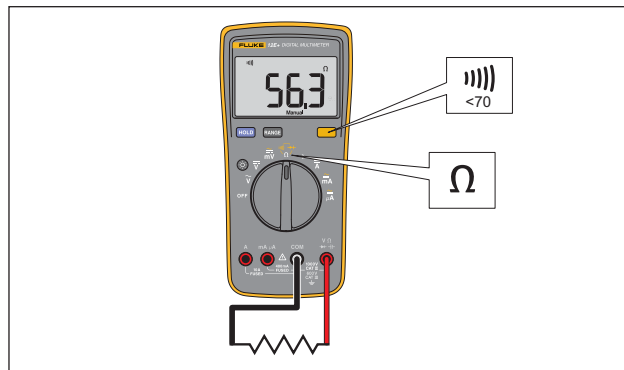

图 3. 测量电阻/通断性
2. 将红色测试导线连接至 Ω 端子，并将黑色测试导线连接至 **COM** 端子，如图 3 所示。
选择电阻模式后，按一次 $\square$ 以激活通断性蜂鸣器。如果电阻低于 $70\ \Omega$ ，蜂鸣器将持续响起，表明出现短路。参见图 3。